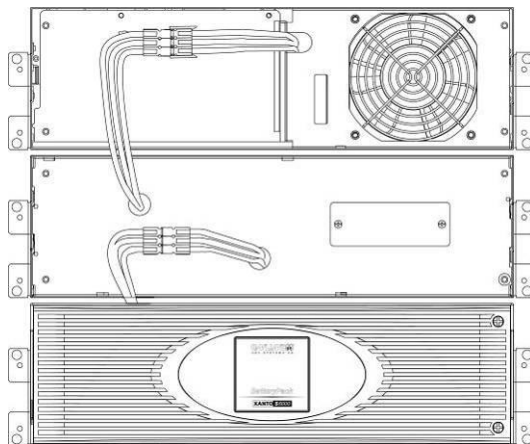

Figura 10: XANTO S 6000 con BP, Rack (vista anteriore)
4. Inserire il cavo del pacco batterie nell'attacco della batteria dell'UPS, come illustrato nella Figura 10. È possibile collegare all'UPS fino a quattro pacchi batterie.